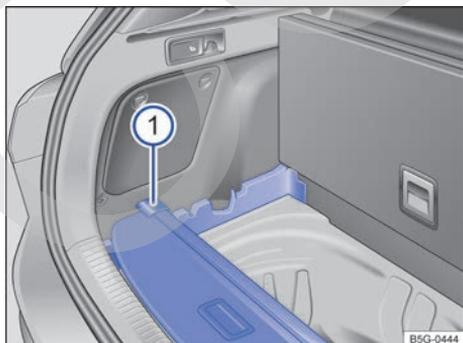

Fig. 152 Debajo del piso variable del maletero: guardar la cubierta del maletero.
- Deposite la cubierta del maletero desmontada → fig. 152 ① sobre los rebajes traseros de las bases laterales, tal y como se muestra en la figura.